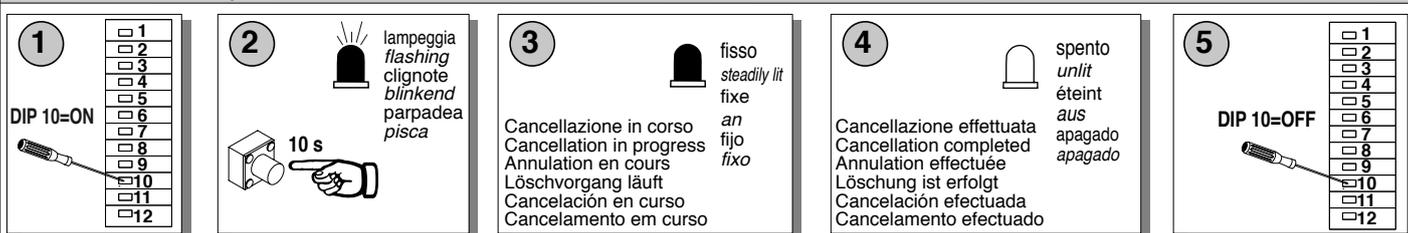

Fig.3
5.3) CONFIGURACION DE LA ZONA (Fig. 3)